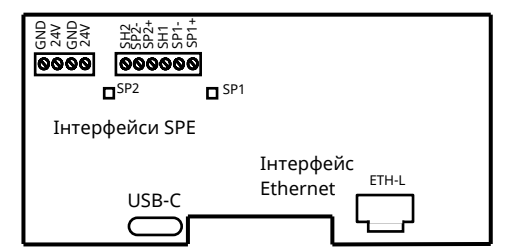

Рисунок 4.2 – Розташування інтерфейсів на платі P-IND
4.2 P-IND слід підключати відповідно до функціонального маркування клем на платі. Розташування клем показано на Рис. 4.2.
(Рис.4.2). Якщо зв'язку немає, індикатори світяться безперервно.